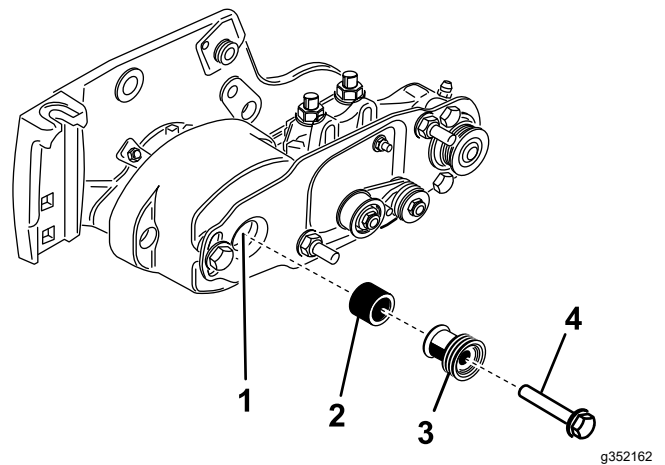

Bild 15
19. Setzen Sie das Distanzstück auf die Welle im Lagergehäuse (Bild 15).
20. Setzen Sie die Antriebsscheibe in das Distanzstück und auf die Antriebswelle (Bild 15). Stellen Sie sicher, dass die Riemenscheibennasen im Schlitz in der Antriebswelle sitzen.
21. Befestigen Sie die Riemenscheibe und das Distanzstück mit einer Bundkopfschraube (3/8 x 2") an der Antriebswelle (Bild 15). **Ziehen Sie die Schraube mit 47-54 N·m an.**